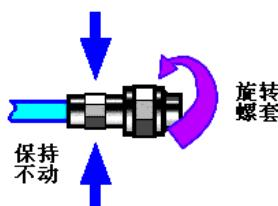

图 3.2 连接方法
- 步骤 2.** 如图 3.2，将两个连接器平直地移到一起，使它们能平滑接合，旋转连接器的螺套（注意不是旋转连接器本身）直至拧紧，连接过程中连接器间不能有相对的旋转运动。